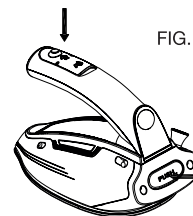

FIG. 6
- Lorsque le fer est complètement refroidi, appuyez sur le bouton de déverrouillage (2) pour replier la poignée (voir figure 6). Rangez le fer dans un endroit propre et sec dans sa housse de rangement.